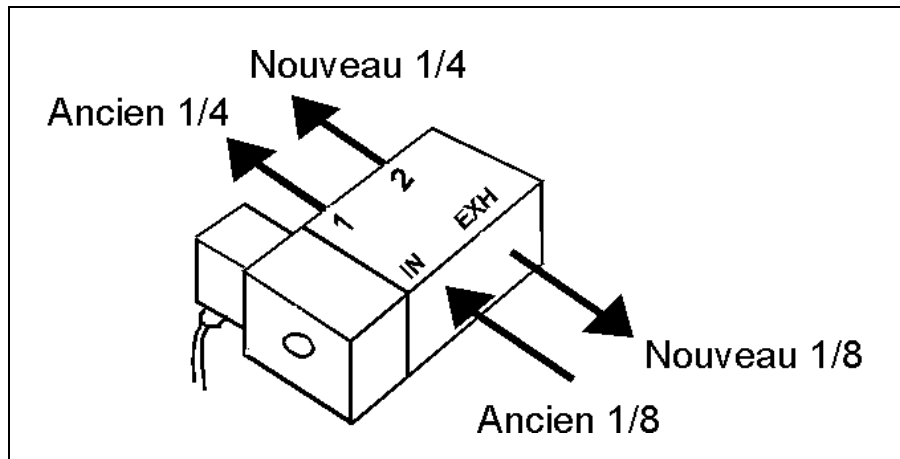

FIGURE 4: NOUVELLE SOUPAPE
8. Reconnecter le tuyau (1/8" dia) sur "IN", le nouveau tuyau (1/8" dia) sur "EXH", l'ancien tuyau (1/4" dia) sur "1" et enfin le nouveau (1/4" dia) sur "2" tel que démontré à la figure 4.